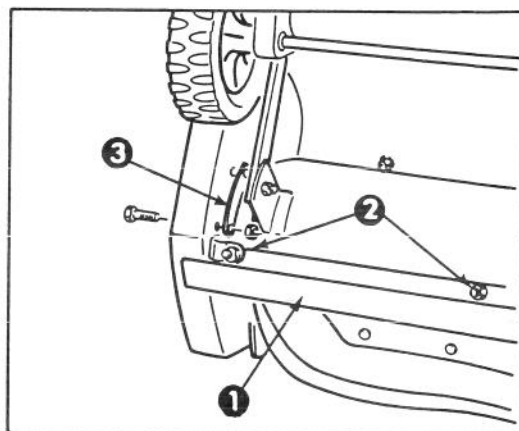

Fig. 13
4. Rimuovete 2 viti e dadi che reggono il supporto inferiore dello chassis all'armatura laterale (Fig. 13 e 14).
5. Inclinate la macchina sul fianco. Togliete i controdadi e le viti che tengono la lama d'usura in posizione (Fig. 13). Togliete la lama e il supporto inferiore dello chassis.